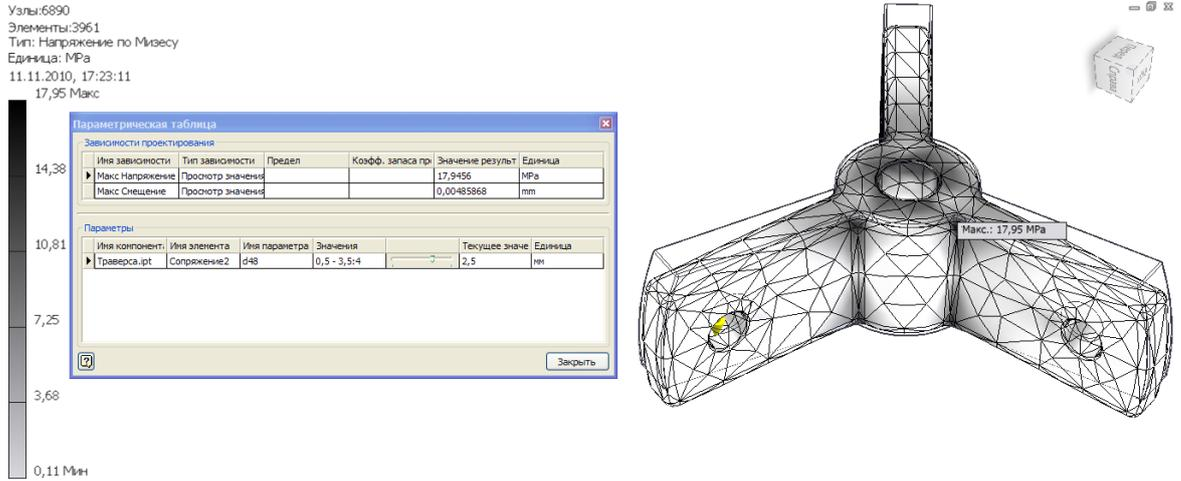

Рис. 18. Результаты параметрического расчета
18. Проведите расчет детали. Откройте параметрическую таблицу (рис. 18). Используя бегунок, меняйте текущее значение сопряжения в диапазоне от 0,5 мм до 3,5 мм. При этом значения максимальных напряжений будут также меняться. При значении радиуса сопряжения 2,5 мм величина максимальных эквивалентных напряжений по Мизесу будет наименьшей и составит чуть меньше 18 МПа. Таким образом, при увеличении радиуса сопряжений можно уменьшить величину напряжений в детали почти в два раза.